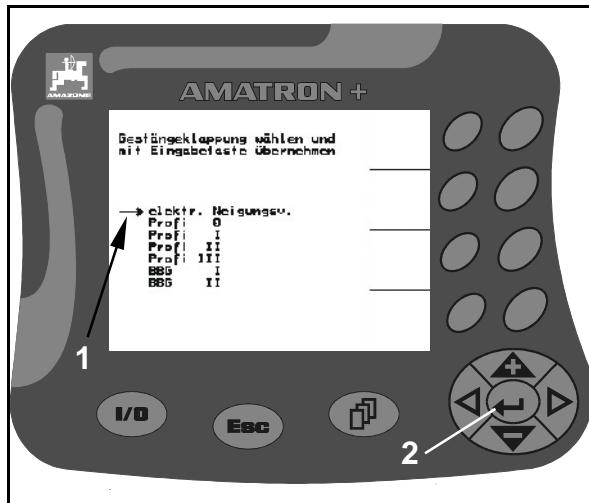

Рис. 98
1. Разместите стрелку выбора (Рис. 98/1) при помощи клавиши  или .
2. Нажмите клавишу  (Рис. 98/2), чтобы ввести выбранную опцию в (AMATRON+).